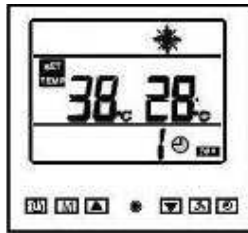

Abbildung 14: Einstellung des automatischen Standby.
Drücken Sie zum Starten der Wärmepumpe die Taste ; die Wärmepumpe startet innerhalb von drei Minuten. Das Display zeigt sofort die zuletzt gewählte Betriebsweise (Heizung oder Kühlung¹⁸), siehe Abbildung 13. Abbildung 14 und Abschnitt 5.2.13.8, die letzte eingestellte Temperatur und die aktuelle Wassertemperatur des Schwimmbeckens (Heizung oder Kühlung) an.
- Kühlung, das Display zeigt das Symbol  an, siehe Abbildung 14.
Es ist möglich, die von den einzelnen Fühlern erfassten Temperaturen durch Drücken der Taste (beim Modell BP-xxWS-B (xx=35, 50) die Taste drücken) für drei Sekunden anzuzeigen, wenn die Pumpe gestartet ist, siehe Abschnitt 5.2.4. Drücken Sie zum Anzeigen der von den verschiedenen Fühlern erfassten Temperaturen (drücken Sie beim Modell BP-xxWS-B (xx=35, 50) die Taste). Die von dem Fühler erfasste Temperatur wird für 10 Sekunden angezeigt; falls keine Taste gedrückt wird oder falls die Taste gedrückt wird, kehrt das Display zur Anzeige der üblichen Informationen zurück, siehe Abbildung 13 und Abbildung 14.